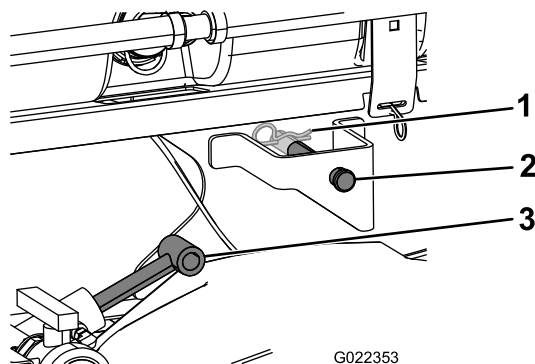

Figure 12
4. Déployez les vérins de levage vers les supports sur le patin de la cuve et alignez les raccords des vérins sur les trous des supports du patin (**Figure 12**).